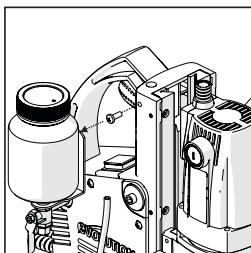

Fig. 3
- Conecte la botella de refrigerante/lubricante en su posición de servicio. Use el orificio roscado ubicado en la parte superior izquierda de la carcasa de la máquina y el tornillo de Ø6 (suministrado). **(Fig. 3)**